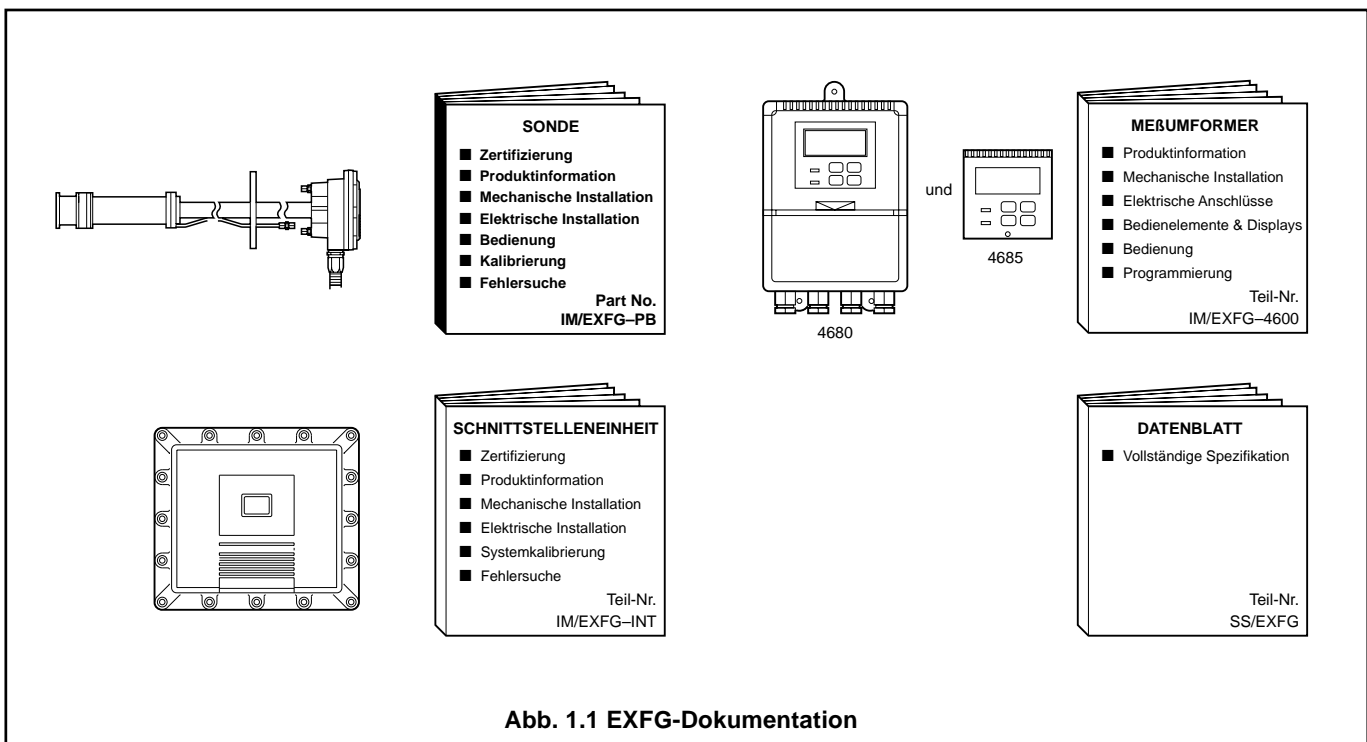

Abb. 1.1 EXFG-Dokumentation
1.1 Dokumentation – Abb. 1.1
Abb. 1.1 zeigt die Dokumentation für das EXFG-Sauerstoffanalysesystem.